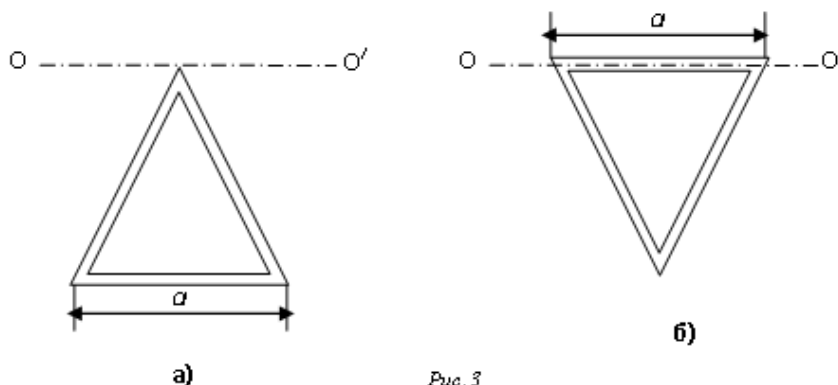

Рис. 3
13. Определить момент инерции J проволочного равностороннего треугольника со стороной $a = 10\text{ см}$ относительно: 1) оси, лежащей в плоскости треугольника и проходящей через его вершину параллельно стороне, противоположно этой вершине (рис.3, а); 2) оси, совпадающей с одной из сторон треугольника (рис.3, б). Масса треугольника m равна 12 г и равномерно распределена по длине проволоки.